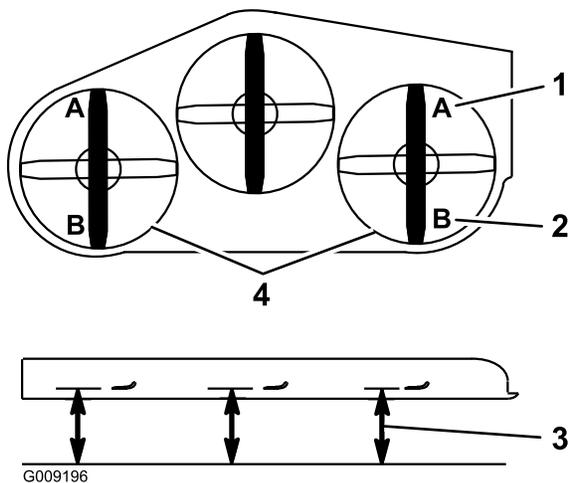

Figura 92
- 9. En ambos lados de la carcasa, mida desde la superficie nivelada hasta la punta delantera de la cuchilla (Posición A). La medida debe ser de 7,6 cm (Figura 92).
15. En ambos lados de la carcasa, mida desde la superficie nivelada hasta la punta trasera de la cuchilla (Posición B). La medida debe ser de 8,3 mm (Figura 92).